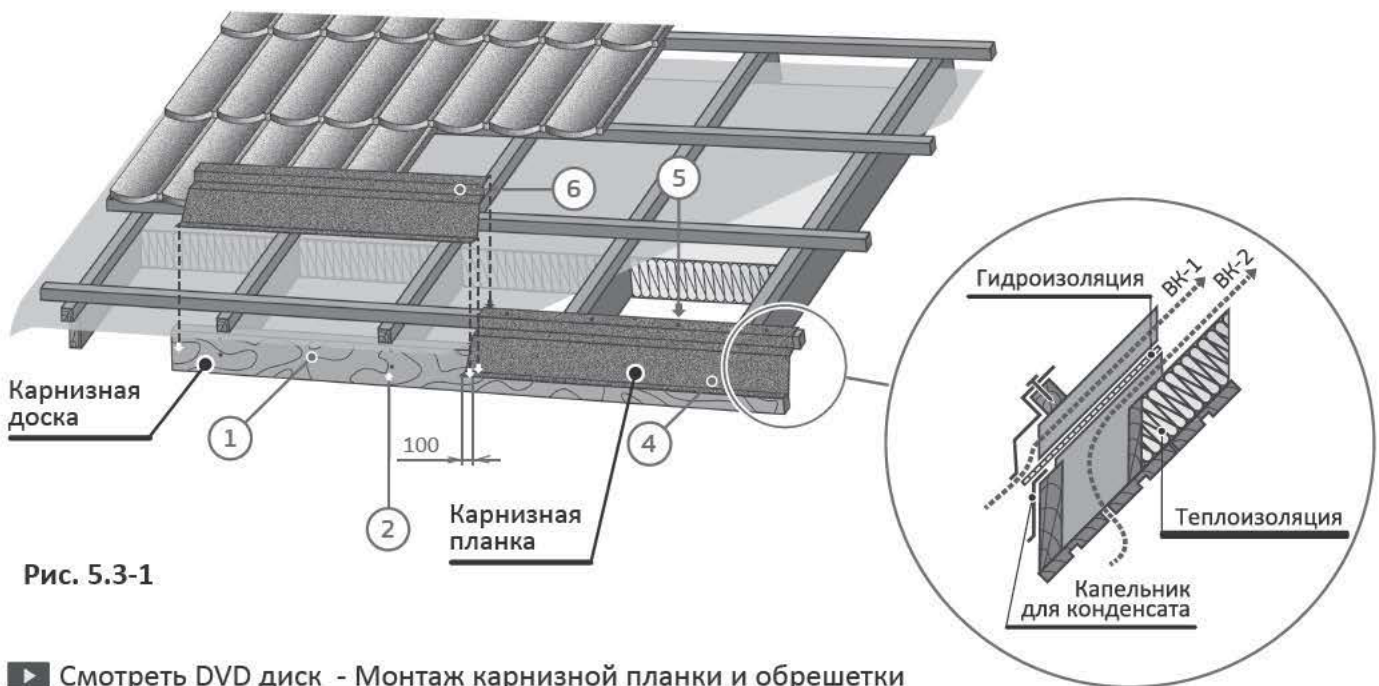
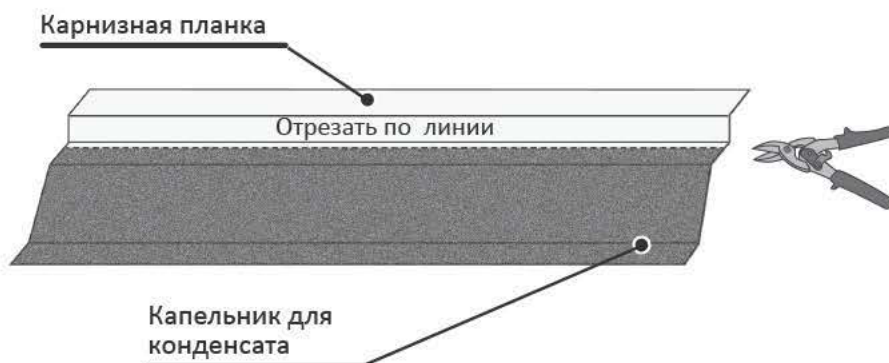

Рис. 5.3-1
Рис. 5.3-2
3. Установите на карнизную доску капельник для конденсата (рис. 5.3-1). Капельник для конденсата можно изготовить из карнизной планки (рис. 5.3-2). Расход карнизной планки при этом увеличится вдвое.
- поверх карнизной доски лежит гидроизоляционная пленка, таким образом, чтобы был беспрепятственный сток конденсата на капельник для конденсата (рис. 5.3-1, выноска 1);